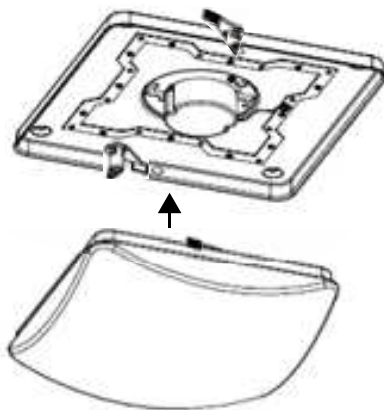

Figure 6
5. Installer le diffuseur et tourner les loquets jusqu'à ce qu'ils soient verrouillés (figure 6).